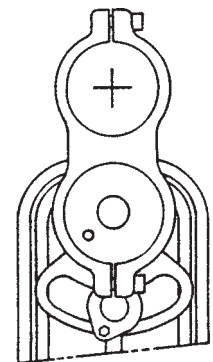

Figura 1
4. Con la llave allen (5 mm) que se proporciona, afloje los dos tornillos a cada extremo de la abrazadera y ajuste de forma que la punta del cortador quede lo más próxima posible y la abrazadera quede lo más bajo posible en el cilindro de aire, como se ve en la figura 1. Así, se mejorará la distribución de la carga a través de la unidad. Apriete los tornillos con la llave allen (5 mm).